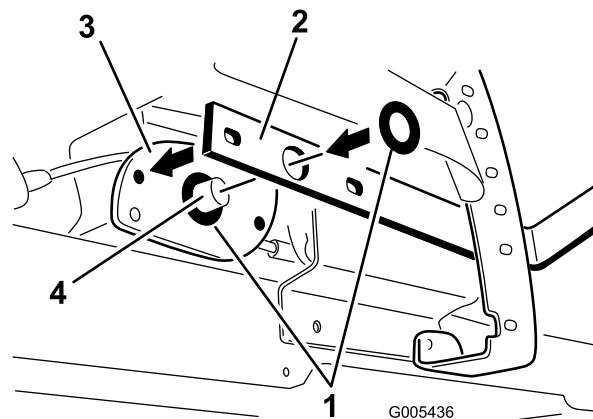

Figure 3
4. Montez une rondelle de butée sur l'axe de pivotement du levier de relevage (Figure 3). Montez l'arrière du